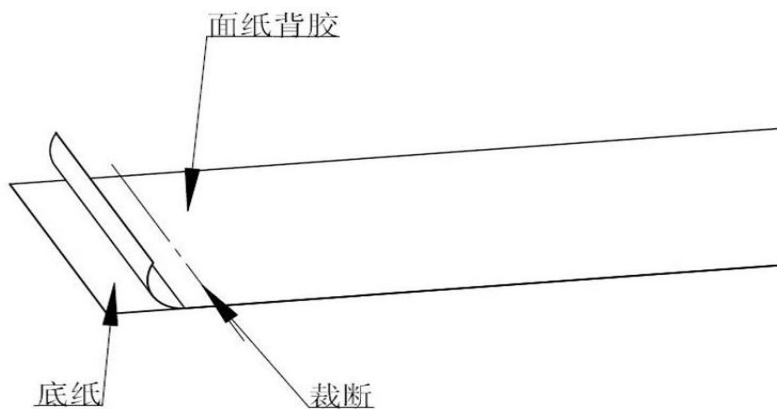

图 19
3. 若贴纸背胶底纸与面纸脱离，须在打印前将其修平整，如图 19 所示：